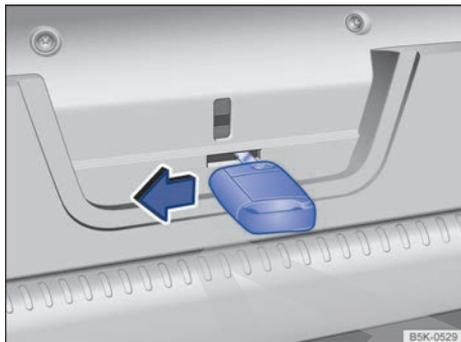

Fig. 70 En el maletero: desbloqueo del portón del maletero.
- Introduzca el paletón en la abertura del portón del maletero → fig. 70 y presione la palanca de desbloqueo en el sentido de la flecha. Al mismo tiempo empuje el portón hacia fuera hasta que se abra.